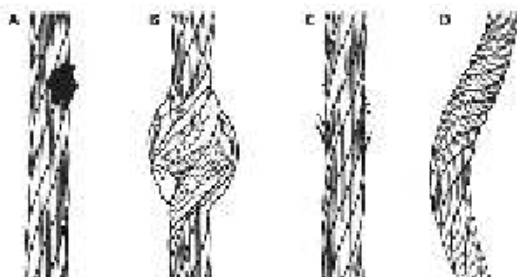

Figure 9: inspection du câble
Extrairez tout le câble et vérifiez sur toute la longueur de travail s'il n'y a pas de dommages causés par une corrosion chimique ou une chaleur excessive, comme en témoignent la décoloration (A), la cage à oiseaux (B), les brins de fil cassés (C), les plis et les brins courbés (D), voir la figure 9. Le câble devrait se rétracter complètement sans vaciller et devrait rester tendu sous tension sans s'affaisser.
Utilisez le tableau 6 : Procédures à suivre pour l'inspection du câble du DAR. Voir la figure 9 pour des exemples de câbles endommagés.